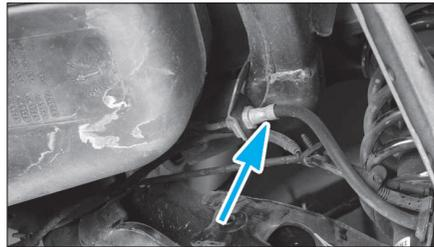

FIG. 30
- Désaccoupler le conduit d'alimentation des freins (Fig.30).